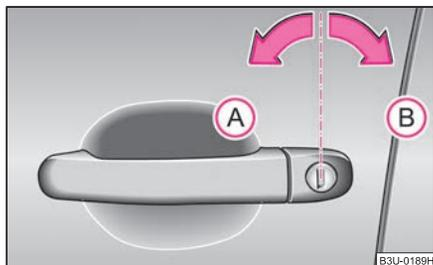

Abb. 22 Schlüsseldrehungen zum Auf- und Zuschließen
- Drehen Sie den Schlüssel im Schloss der Fahrertür nach links in die Öffnungsstellung (A) ⇒ Abb. 22.
- Drehen Sie den Schlüssel im Schloss der Fahrertür nach rechts in Schließstellung (B) ⇒ Abb. 22.